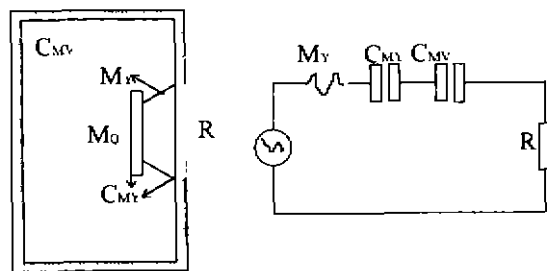

图 1
4. 扬声器在装入音箱后,其  $C_{MY}$  与箱内的密闭空气的顺性  $C_{MV}$  相串联。其等效电路如图 1 所示。故音箱的总顺性  $C_M$  可以用以下公式计算得出: